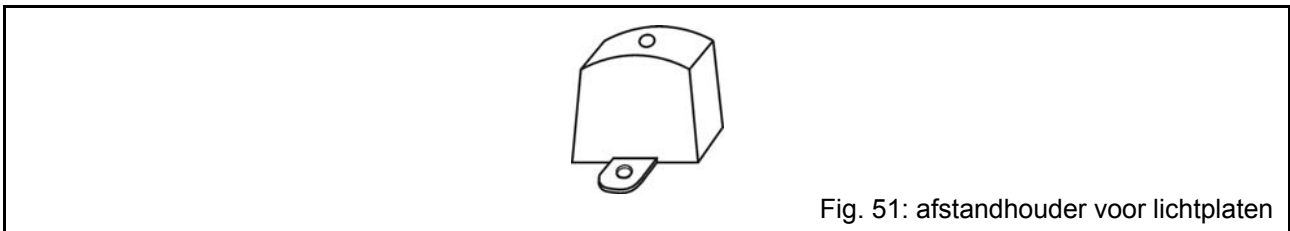

Fig. 51: afstandhouder voor lichtplaten
- ter plaatse van de bevestigingen een steunblokje (zie Fig. 51) geplaatst;